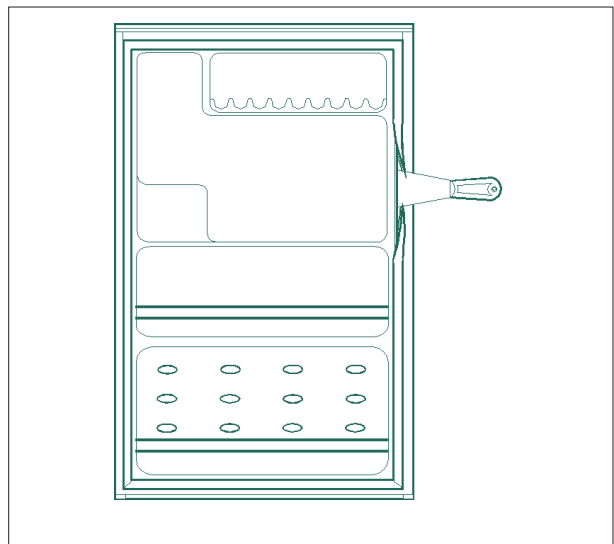

Fig.07
- Retirar a Gaxeta defeituosa, puxando-a sempre em sentido paralelo à Porta, evitando forçar o Pannel, que nesse caso, se desprenderia (veja fig.07).